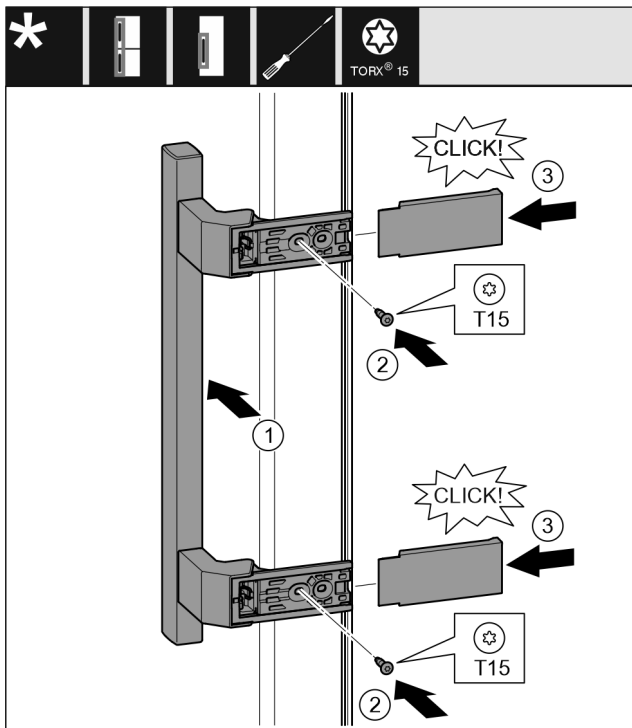

Fig. 16
- ▶ Placer la poignée du côté opposé. Fig. 16 (1)
- ▶ Serrer les vis au moyen d'un tournevis T15. Fig. 16 (2)
- ▶ Placer les recouvrements latéralement et les faire glisser. Fig. 16 (3)